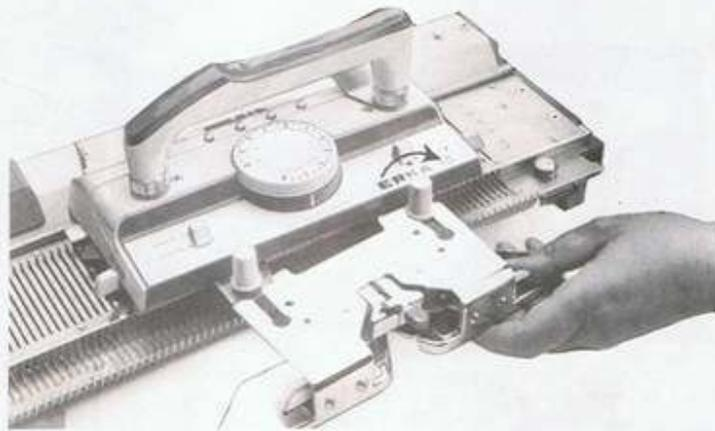

Fig. 8
11) Fixer l'abaisseur sur le chariot : pour cela, dévisser les 2 boutons blancs, glisser à fond l'abaisseur sous les 2 boutons, et les bloquer en les tournant vers la droite (fig. 8).